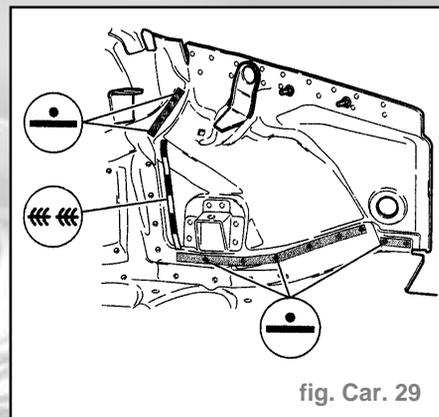

fig. Car. 29
- Ligne de coupe, sur deux faces, soudure en cordon discontinu sous gaz de protection (fig. Car. 29).